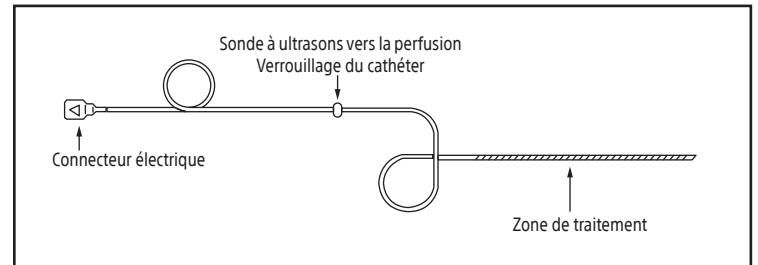

Figure 3. Sonde à ultrasons.
**Sonde à ultrasons :** La sonde à ultrasons comprend des capteurs ultrasoniques radio-opaques piézoélectriques en céramique, entièrement encapsulés, le long de l'extrémité distale de la tige. Les capteurs émettent une énergie ultrasonique de manière radiale le long de l'axe de la zone de traitement (reportez-vous à la figure 3).
La longueur distale de la sonde ultrasonique (figure 3) comprend des transducteurs à ultrasons en céramique piézoélectrique encapsulés et radio-opaques le long de la zone de traitement de la tige. Le nombre de transducteurs à ultrasons dépend de la longueur de la zone de traitement. Les capteurs émettent une énergie ultrasonique de manière radiale le long de l'axe de la zone de traitement.